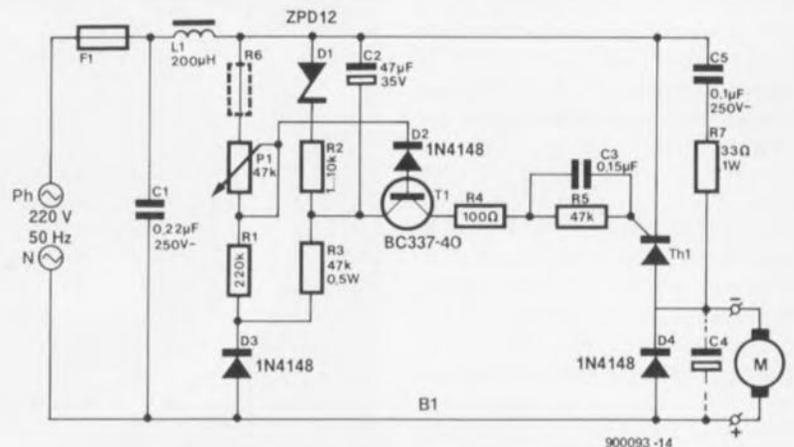
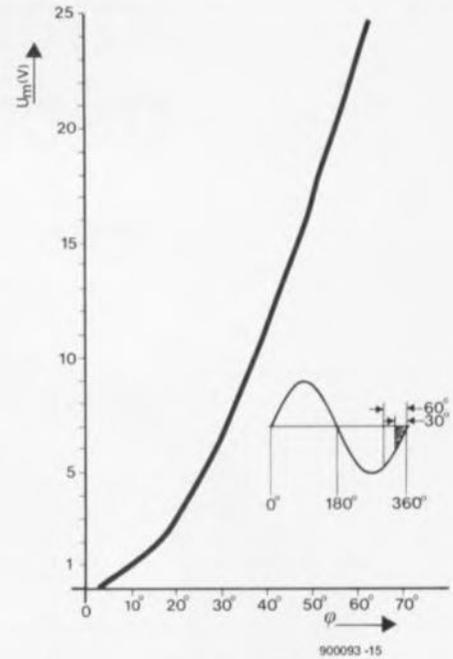

Figure 4. Circuit à thyristor destiné à connecter au secteur un moteur à basse tension de forte puissance.
Figure 5. Courbe représentant l'angle de découpage en fonction de la tension d'alimentation du moteur,  $U_m$ .
Figure 4. Reproduction (à 85%) de la face avant plastifiée dessinée pour l'amplificateur de mesure. Ce film semi-rigide auto-collant donnera à votre appareil une finition quasi-professionnelle.
Une fois terminée la réalisation des 2 platines, l'ensemble prendra place dans un coffret métallique de bonne facture. Nos "artistes-peintres" ont en outre dessiné une face avant pour cet appareil: nous vous la proposons, à échelle réduite, en **figure 4**. L'examen de son dessin permet immédiatement de confirmer que l'on se trouve bien en présence de 2 canaux identiques. Une fois les organes de commande et de visualisation glissés et fixés dans les orifices prévus à leur intention dans la face avant, vous disposerez d'un instrument de mesure additionnel
Figure 5. Exemple terminé de l'amplificateur de mesure. Il a trouvé place dans un solide coffret métallique qui le mettra à l'abri des vicissitudes d'une utilisation quotidienne.
Le circuit représenté en figure 4 fonctionne de façon très stable, et ceci même à des angles de découpage de 5°. Il permet de régler la tension de sortie à une valeur comprise entre 0,2 et 24 V pour attaquer des moteurs, ayant besoin d'un courant nominal pouvant aller jusqu'à 60 A.
Si l'on n'utilise qu'une seule diode zener au lieu de la combinaison diode zener + résistances de la figure 4, la tension du moteur,  $U_m$ , augmente exponentiellement. Si au contraire on utilise une résistance de 18 k $\Omega$  dans ce circuit, la tension du moteur variera proportionnellement à la tension du secteur.
Il s'agit de faire fonctionner dans ce circuit un moteur de 24 V ayant un courant nominal de 10 A environ. La courbe de la figure 5 montre que pour une tension de 24 V il faut un angle d'ouverture de 60° environ. Ceci signifie que pendant 60°/360°, soit 1/6 de la période, il faut qu'il circule un courant d'une intensité moyenne de 60 A environ (10 A x 6 si l'on veut avoir un courant nominal de 10 A) à une tension moyenne de 24 V. Lors de ce 1/6 de période la consommation est de:
En règle générale, conviennent, tous les thyristors ayant un courant d'amorçage inférieur à 80 mA, une tension nominale égale ou supérieure à 400 V et **ne comportant pas de diode de protection** (antiparallèle) prise entre l'anode et la cathode. Il ne s'agit pas de caractéristiques exotiques et la plupart des thyristors disponibles (dont certains à des prix de promotion) conviennent de ce fait à une utilisation dans le circuit de la figure 4.
Les photos de la **figure 4** illustrent l'évolution de la tension de sortie entraînée par une variation brutale de la charge (comportement dynamique). La **figure 5** donne une représentation schématique de la disposition de mesure adoptée à cette occasion.
**Figure 4.** Nous avons procédé à une double mesure de la réponse de l'alimentation suite à un changement de la taille de la charge: la première avec une charge  $R_{L1} = 8 \Omega$  (4a) et la seconde pour  $R_{L1} = \infty$  (4b). Voir en outre la figure 5.
**Figure 5.** C'est à l'aide de cette technique de mesure que nous avons testé la réaction de l'alimentation à découpage à un changement brutal de la charge. Les résultats de nos mesures sont donnés en figure 4.